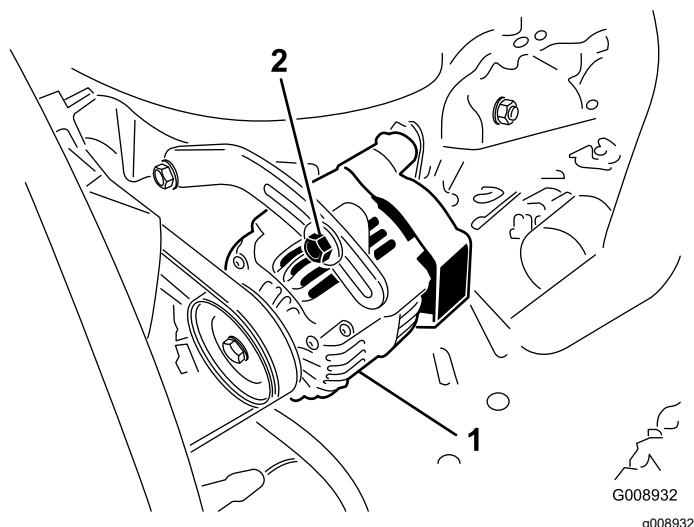

Figura 77
Controllate lo stato e la tensione delle cinghie (Figura 77) ogni 100 ore di servizio.
2. Se l'inflessione non è di 10 mm, allentate i bulloni di fissaggio dell'alternatore (Figura 77).